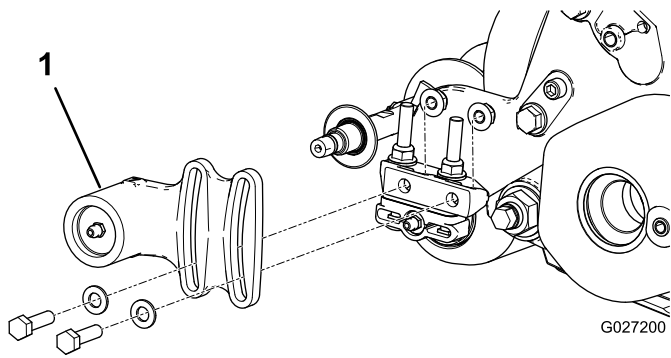
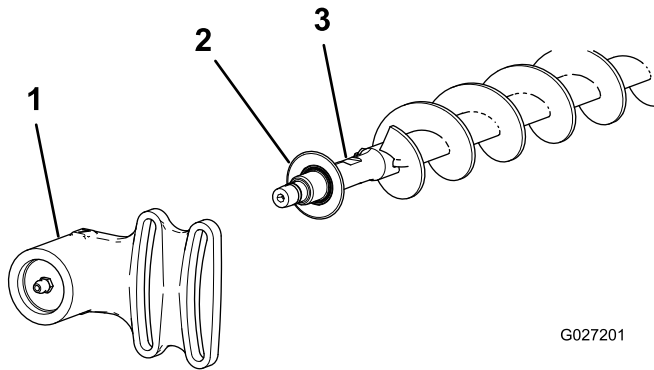

图18
图19
1. 如果滚刀组上安装有一个滚筒刷，应拆下将非传动轴承座固定到轴承座安装支架（图18）和（图19）上的 2 个螺栓、垫圈和螺母。
2. 滑动非传动轴承座和防尘圈，从刷轴上取下来（图19）。
9. 把防尘圈和非传动轴承座安装到刷轴上（图19）。